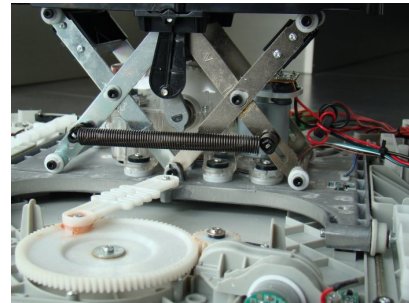

FIGURE 1 – Système Maxpid
**Question 1 :** Inscrire sur la figure 1 le nom technique de chaque solide et mettre ces résultats sous la forme d'un graphe des liaisons. On se limitera au système de levée sans prendre en compte les 8 barres qui garantissent l'horizontalité de la plateforme.